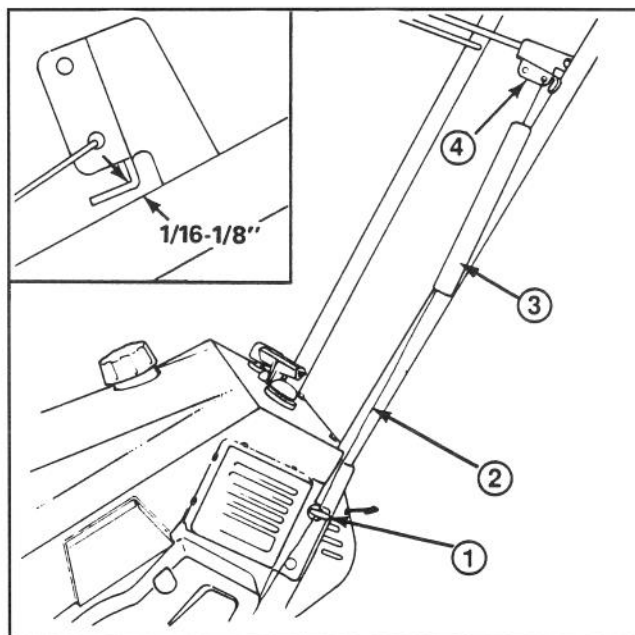

Figure 5
5. Accrochez le ressort dans le trou inférieur du support de la barre de commande (Fig. 5).
6. Ramenez la barre de commande en arrière vers le mancheron jusqu'à ce que le câble redevienne tendu. L'écartement entre le support de la barre de commande et le mancheron devrait être d'environ 1/16-1/8" (1,59 mm - 3,18 mm). Voir l'encart de la Figure 5. S'il est nécessaire de procéder à un réglage, reportez-vous la section intitulée "Réglage de la barre de commande," page 8.